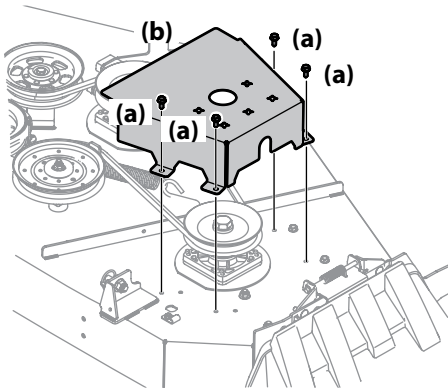

Figura 4-16
2. Retire los tornillos de arandela hexagonal (a) que sujetan las cubiertas de las correas (b) a la plataforma. Consulte Figura 4-16.
3. Extraiga las dos poleas locas (a y b), para lo cual debe retirar los tornillos de cabeza hexagonal (c) y las tuercas de seguridad con brida (d) que las sujetan a la plataforma y el brazo de polea loca (e). Consulte Figura 4-16. No pierda ningún elemento de ferretería (tapas de la polea [f], arandelas, protecciones de la correa [g, si están incluidas]) al sacar el tornillo de cabeza hexagonal (c) y la tuerca de seguridad con brida (d).
5. Instale la nueva correa alrededor de las poleas del husillo tal como se muestra y reinstale las cubiertas de las correas (b). Consulte Figura 4-16.